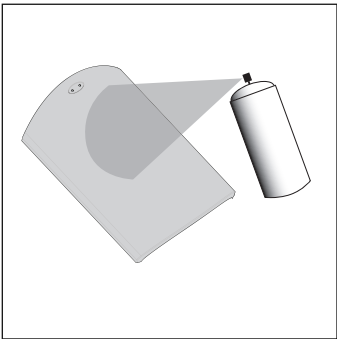

FIGURA 9: Pinte a grade. Aplique camadas finas de tinta spray. Não bloqueie os orifícios da grade com tinta.
- 2. A cor final só deve ser aplicada após a tinta base ter secado completamente [figura 9].
- 2. Usando tinta spray, aplique duas mãos finas da cor de acabamento [figura 9]. Para pintar usando um compressor e pistola de pintura, use o ajuste para spray mais fino e difuso. Tome cuidado para não encher as perfurações da grade com tinta.